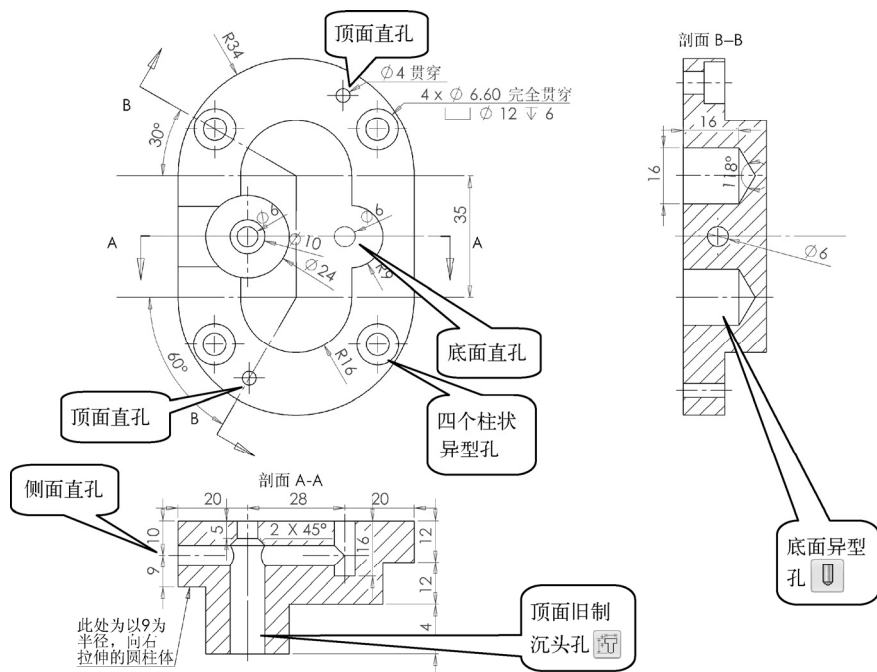

图 4-141 泵盖工程图
(2) 打开本书提供的素材文件“4.LX.2SC.sldprt”，如图 4-140a 所示，按照工程图 4-141 所示，创建一个泵盖模型，结果如图 4-140b 所示，以熟悉使用“异型孔向导”特征等创建孔的操作过程。